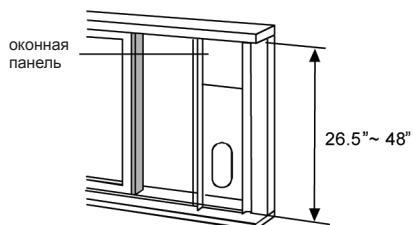

Рис. 15
2. Установите регулирующую оконную вставку на подоконнике. Отрегулируйте длину оконной вставки в зависимости от ширины окна. Укоротите регулирующую вставку, если ширина окна меньше 27". Откройте скользящую оконную створку и поместите регулирующую оконную вставку на подоконник (см. рис. 15).